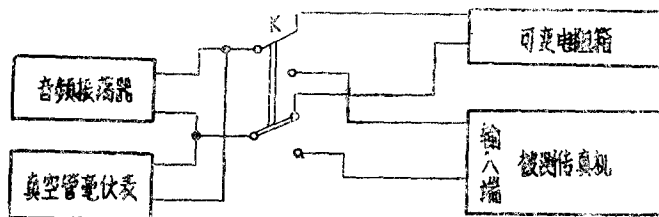

图 1
##### 2.1.1 测试电路见图1。
2.1.3.1 按图1接好测试电路，使音频振荡器输出为 $1900\text{Hz}$ ，可变电阻箱位于 $600\Omega$ ，读取真空管毫伏表指示值（ $0.775\text{V}$ ）。